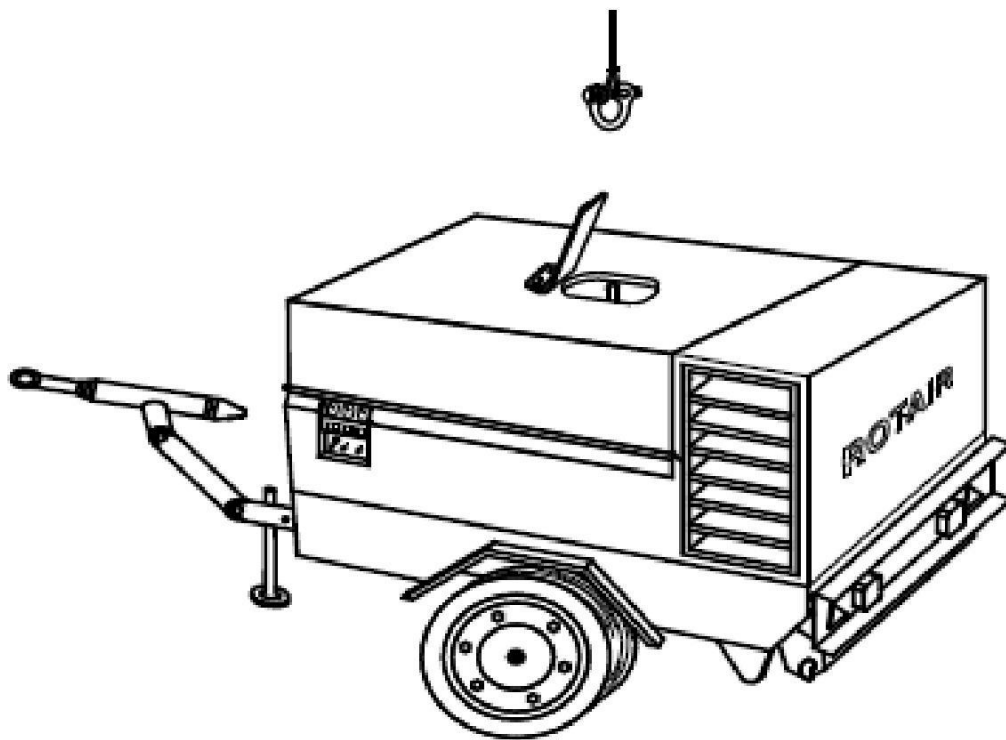

FIG.4
- La închiderea robinetului (R), când presiunea atinge valoarea prestabilită și se deschide supapa de presiune maximă (G), care permite aerului comprimat să curgă, acționând asupra pistonului de control al accelerației (E) și sub supapa reglatoare de aspirație (B).
- Fiind stimulat de această presiune, pistonul (E) poate să depășească forța de contrast a arcului (H), și prin intermediul unui sistem de pârghii, motorul este în mod proporțional încetinit.
- Supapa de aspirare (B) este de asemenea închisă în mod proporțional, reducând astfel trecerea aerului de aspirație. Prin urmare, cu robinetul (R), închis și fără aspirarea aerului, motorul se stabilizează la viteza minimă stabilită în timp ce supapa de aspirație (B) a regulatorului ajunge în poziția de închidere aproape totală.
- La reluarea stadiului de admisie a aerului supapa de presiune maximă (G) va începe să se închidă și se va închide în totalitate atunci când valoarea presiunii scade sub aprox. 1 bar în raport cu valoarea maximă a presiunii finale.
- În această etapă compresorul oferă capacitatea maximă a presiunii de lucru pe măsură ce arcul (H), fără efectul de contrast al pistonului de accelerație (E), accelerează motorul la viteză maximă și supapa reglatoare de aspirație ajunge în poziția complet deschis.
-- 6.1) INSTRUȚIUNI DE RIDICARE (Fig. 4) --
- b) Agățați furca și cablul (fig. 4) la cârligul mijloacelor de ridicare. c) Ridicați unitatea ușor și lin.